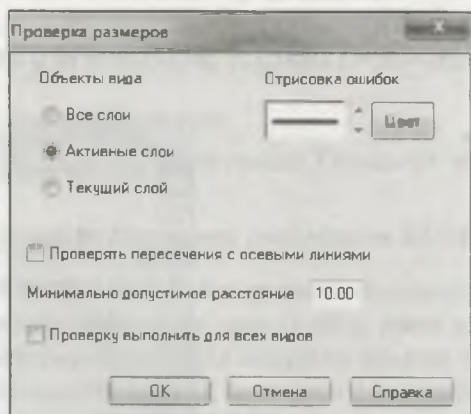
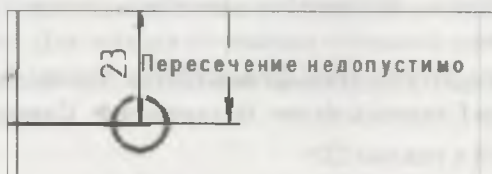

Рис. 30.6. Окно Проверка размеров
Рис. 30.7. Выделенная ошибка
- ♦ выделите команду  — **Проверка размеров**. Появляется диалоговое окно **Проверка размеров** (рис. 30.6). Элементы управления диалога позволяют задать условия проверки. Поставьте "галочки" в окнах **Проверять пересечения с осевыми линиями** и **Проверку выполнить для всех видов** и нажмите кнопку **ОК**. Если нет замечаний, то система выведет на экран сообщение, что проверка завершена и ошибок нет. Для отображения ошибок формируется специальный слой **Ошибки размерных цепей**. В этом слое место ошибки выделяется окружностью со стилем *Ошибки* и пояснительной надписью со стилем *Ошибки* (рис. 30.7). Самостоятельно проведите данную операцию для всех команд.